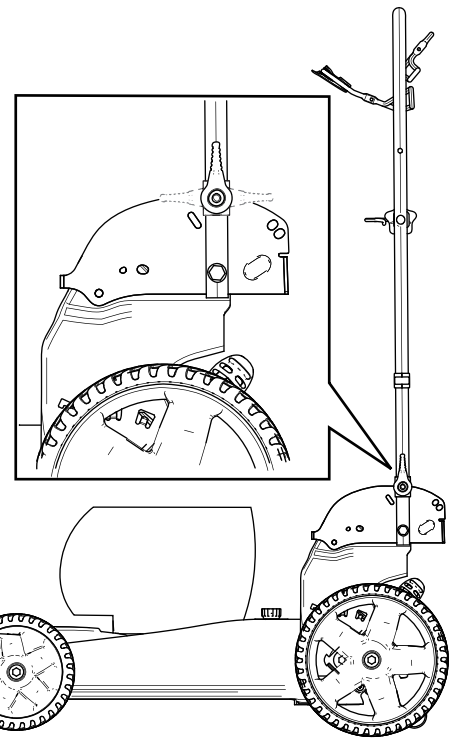

Figure 25
4. Pliez le guidon vers l'avant à la position verticale ou complètement en avant, comme montré à la Figure 25.